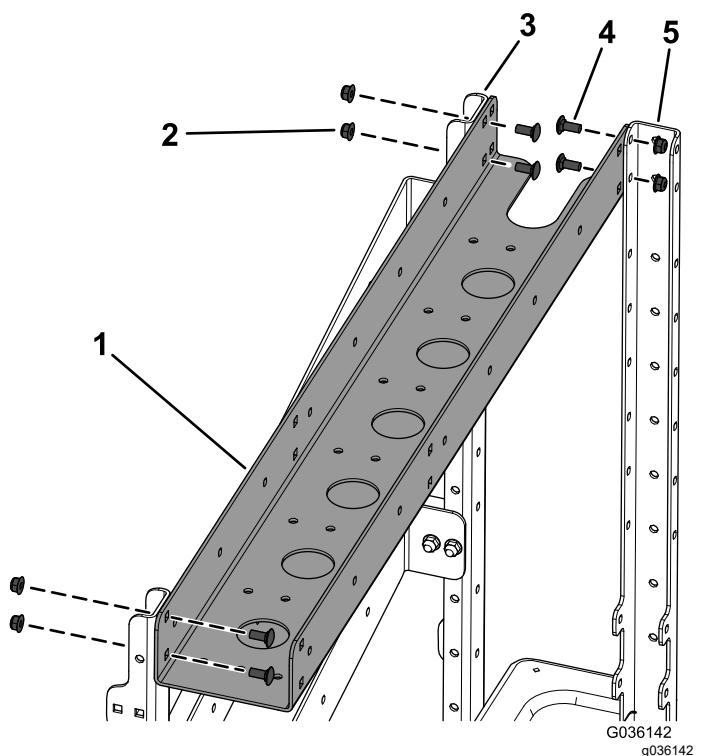

Bild 5
4. Befestigen Sie die Rohrhalterung mit sechs Schlossschrauben ($\frac{5}{16}$ " x $\frac{3}{4}$) und sechs Bundmuttern ($\frac{5}{16}$ ") an den zwei aufrechten Rahmenhalterungen an der Seite und der aufrechten Rahmenhalterung vorne, wie in Bild 5 abgebildet.